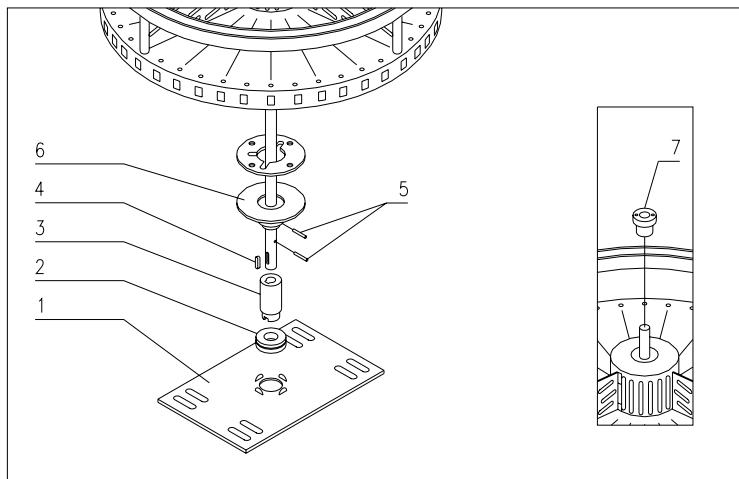

FIG. 12
- 6) Dévisser la plaque porte-palier et enlever tous (part. no.1, no.2, no.3 FIG. 12). Faire des points de repère autour de la plaque pour pouvoir ensuite remonter cet ensemble dans la position originale.
- 7) Deplacer la colonne vers le bas de la machine à fin que l'arbre de cette dernière sorte de la coquille en plastic (part. 7 FIG. 12).
- 9) Enlever la clavette (part.4 fig.12), les chevilles (part.5 FIG. 12) qui fixent les moyeux d'entraînement (part.6 FIG. 12) et extraire les plateaux.